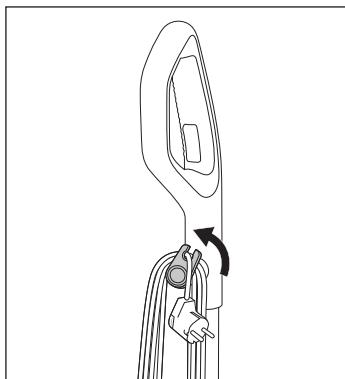

Fig. 43
- ◆ Trageți puțin în afară suportul superior de cablu **16** și rotiți-l din nou în sus (a se vedea fig. 43).